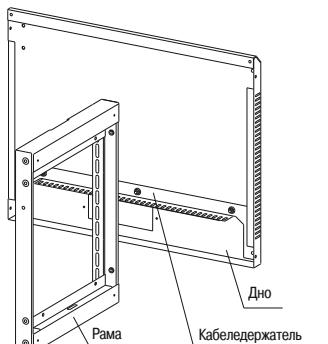
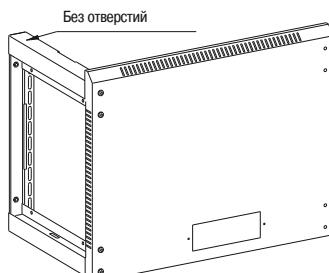

Рисунок 2
Рисунок 3
4.1.2 Установите на дно кабелодержатель и закрепите его гайками с фланцем. Вставьте раму правую в дно (рисунок 2) и закрепите четырьмя винтами M6×16 (рисунок 3).